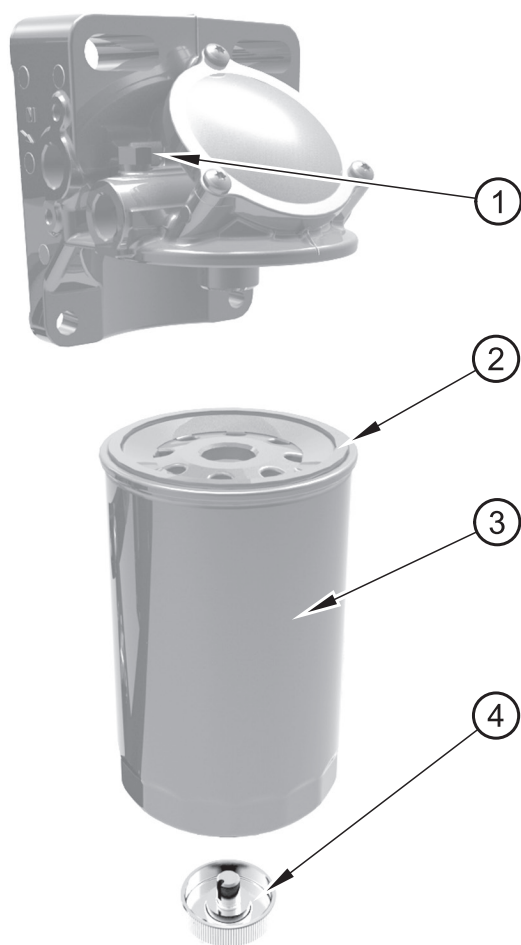

Figura 26
3. Ponga un paño suave sobre el tornillo del respiradero (figura 26, elemento 1) del filtro. Abra el tornillo del respiradero para aliviar la presión que pueda haber en el sistema de combustible.